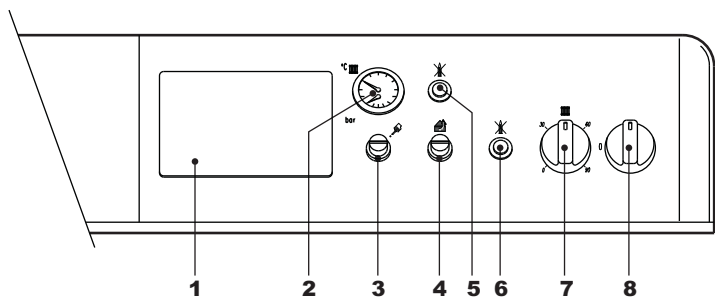

fig. 1 - Tableau des commandes
- Mettre l'interrupteur du générateur "8" en position 1 (fig. 1).
- Lorsque la chaudière est dotée d'un module électronique thermostatique, monté en position 1 de fig. 1, l'utilisateur devra également tenir compte des instructions fournies par le constructeur de celui-ci.
Tourner la manette fig. 1"7" dans le sens des aiguilles d'une montre fera augmenter la température de l'eau de chauffage, la tourner dans le sens contraire la diminuera. La température peut être modulée de min. 30° à max. 90°. Il est toutefois conseillé de ne pas faire fonctionner la chaudière au-dessous de 45°.
Programmer à l'aide du thermostat d'ambiance la température souhaitée à l'intérieur des pièces. Commandée par le thermostat d'ambiance, la chaudière s'allume et l'eau est amenée à la température établie par le thermostat de réglage de la chaudière 7 de fig. 1. Le générateur s'éteint dès que la température souhaitée aura été atteinte à l'intérieur des pièces.
La pression de charge de l'installation froide, lue sur l'hypomètre de la chaudière partie 2 de fig. 1, doit être d'environ 1,0 bar Au cas où au cours du fonctionnement de l'installation la pression baisserait, (à cause de l'évaporation des gaz contenus dans l'eau) à des valeurs inférieures au minimum précité, l'utilisateur devra rétablir la valeur initiale à l'aide du robinet de charge. Refermer toujours le robinet de remplissage à l'issue de l'opération.